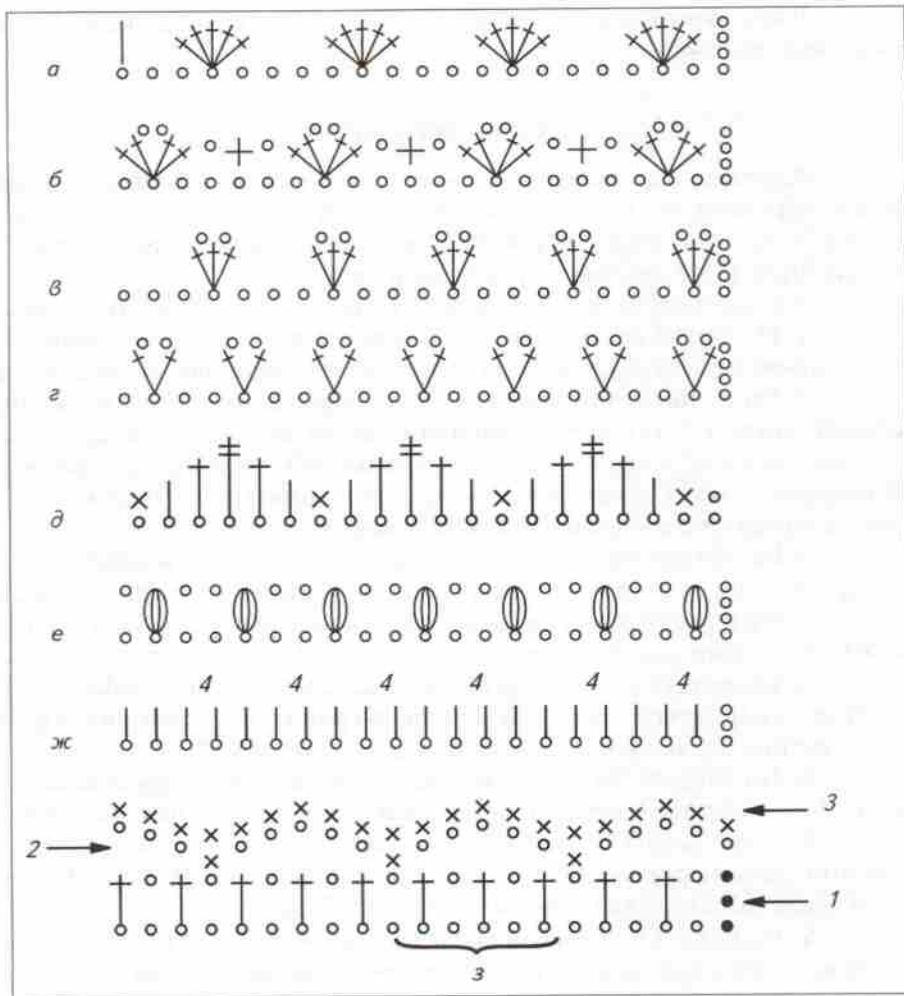

Рис. 85. Варианты вязания кружевной тесьмы: 1—3 — ряды; 4 — петли;
3. Из каждой 4-й петли основания вяжут: столбик с накидом, воздушную петлю, столбик с накидом, воздушную петлю и столбик с накидом (рис. 85, в).
4. На каждой 3-й петле основания выполняют 2 столбика с накидом, между которыми располагаются 2 воздушные петли (рис. 85, г).
5. На петлях основания последовательно вяжут столбик без накида, столбик с одним накидом, столбик с двумя накидами, столбик с одним накидом, столбик без накида, полустирлок и т. д. (рис. 85, д).
6. На каждой 3-й петле основания провязывают *листик*: выполняют 2 столбика с накидом, делают снова накид и вводят крючок в ту же петлю основания, провязывают 2 петли второго и 2 петли третьего столбика. Снова делают накид и провязывают 4 петли, находящиеся на крючке. Между листиками провязывают 2 воздушные петли (рис. 85, е).
7. На петлях основания последовательно вывязывают 2 столбика без накида. Затем вяжут цепочку из 4 воздушных петель для образования колечка — *пико*. Крючок вводят сверху в петлю последнего столбика и под нитку петли, идущей от цепочки (справа налево), и протаскивают под ними рабочую нить. Провязывают 2 петли, находящиеся на крючке. Далее вяжут 3 столбика без накида на 3 петлях основания и снова цепочку из 4 воздушных петель и т. д. (рис. 85, ж).
Жирными точками на схемах обозначены переходы от одного ряда к другому. Количество переходных воздушных петель зависит от высоты столбика, начидающего ряд. Так, если ряд начинают со столбика с накидом, то воздушных петель — 3. Часть узора между стрелками, обозначающими ряды, постоянно повторяется (*рappорт*) и может быть выделена на схеме фигурными скобками (рис. 85, з).